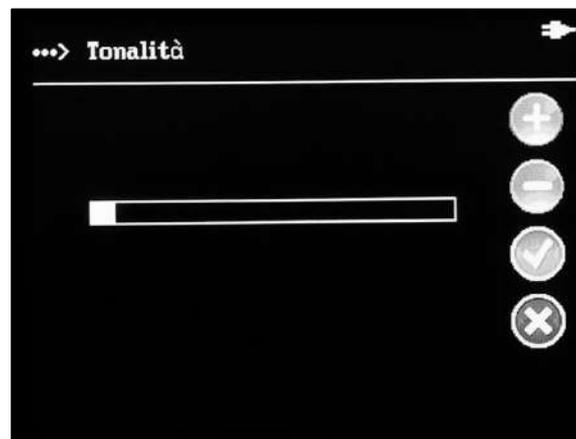

Fig. 19
- Cliccare “**Tonalità (Shade)**” per modificare l'oscurità delle stampe della stampante termica incorporata. È possibile selezionare 16 livelli di oscurità. (Nota: più scuro è il colore di stampa, più lenta è la velocità di stampa e minore è la vita utile) (Rif Fig 19)